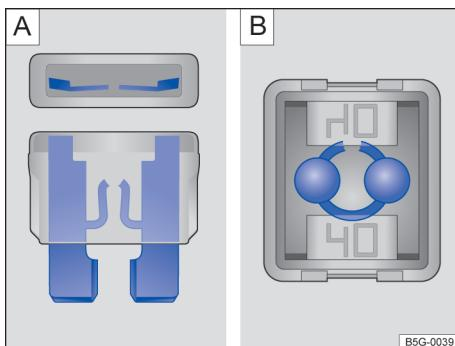

Fig. 214 Fusível queimado: **A** fusível plano, **B** fusível de bloqueio.
- Um *fusível plano (ATO[®], MINI[®])* queimado é reconhecido de cima ou de lado pela carcaça transparente nas faixas metálicas derretidas → Fig. 214 [A].
- Um *fusível de bloqueio (JCASE[®])* queimado é reconhecido pelas faixas metálicas derretidas por cima da carcaça transparente → Fig. 214 [B].